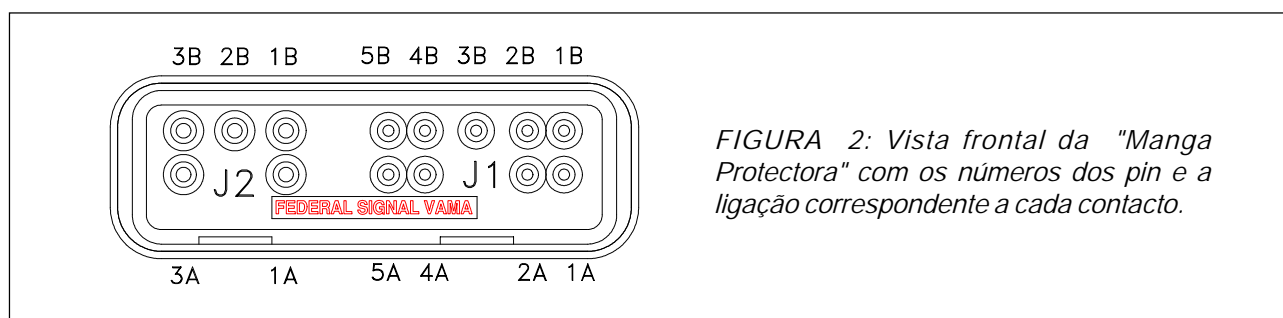

FIGURA 2: Vista frontal da "Manga Protectora" com os números dos pin e a ligação correspondente a cada contacto.
- Furar os contactos da manga para poderem passar os cabos através dela. Só se deve furar a manga nos pontos que vão ser utilizados para realizar a ligação eléctrica. Para isso consultar o esquema de ligação correspondente, conforme a figura 2.